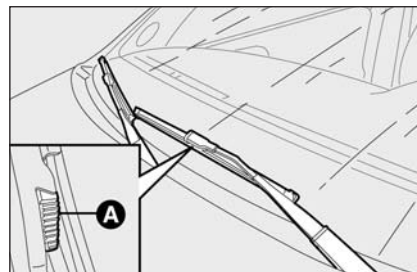

fig. 23
- ☐ presione las patillas **A-fig. 23** (ubicadas a los lados de la escobilla) y saque la escobilla del brazo;